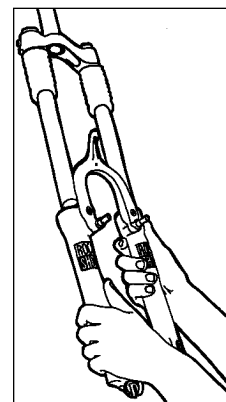

Fig. 5
3. Sfilare il gruppo tubo inferiore monoblocco. Rimuovere i manicotti della forcella (vedi fig. 5).